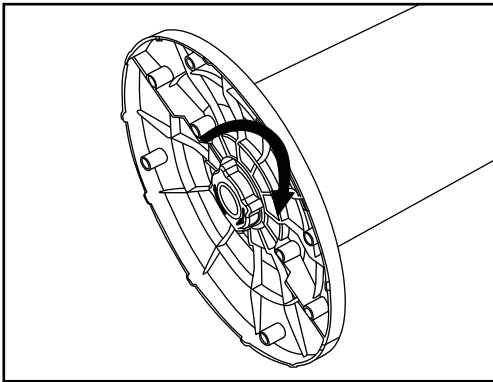

Fig. 5
- Fijar las dos partes de la base enroscando de nuevo la abrazadera de plástico (F) (Fig. 5).